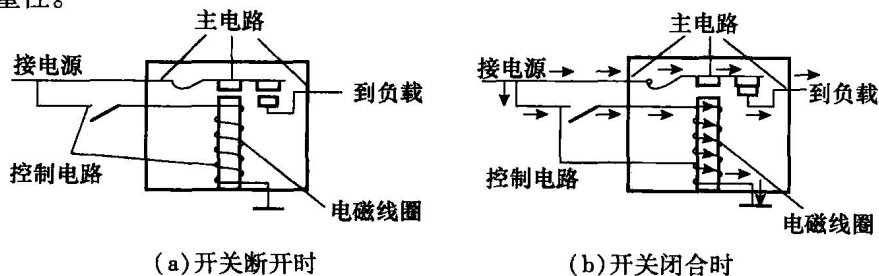

图 1-2-3 继电器
(1) 直接控制电路。直接控制电路就是不使用继电器,控制器件与用电器串联,直接控制用电器的电路。它是最基本、最简单的电路。
(2) 间接控制电路。在控制器件与用电部件之间使用继电器或电子控制器的电路称为间接控制电路。如图 1-2-3 所示,控制器件和继电器内的电磁线圈所处的电路为控制电路,用电器和继电器内的触点所处的电路为主电路。